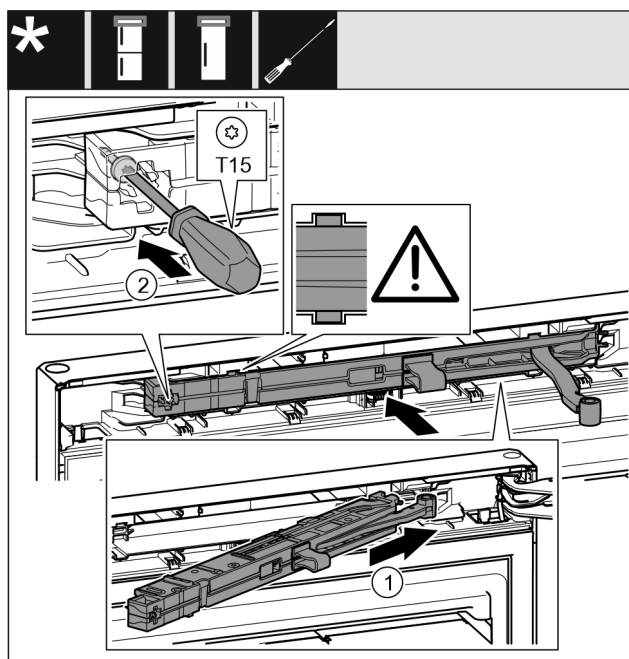

Fig. 20
- Introduire à fond l'amortisseur de fermeture du côté du support de palier dans la rainure en l'inclinant. Fig. 20 (1)
- Serrer la vis avec un tournevis T15. Fig. 20 (2)